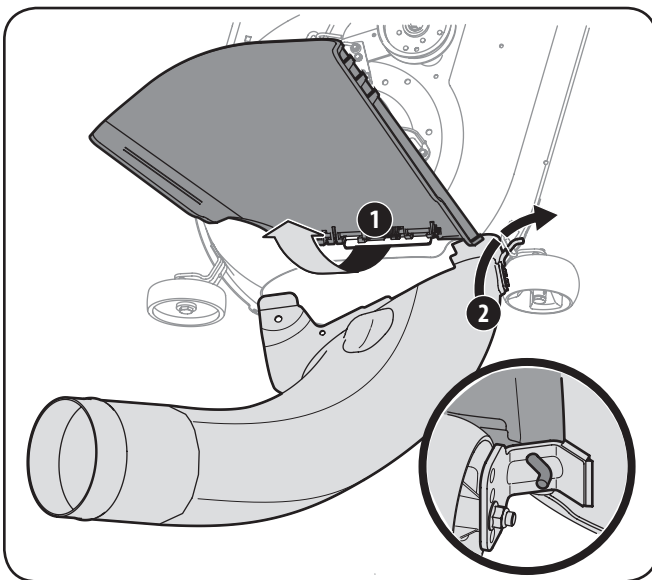

Figura 4-18
1. Con el canal de descarga del tractor elevado y abierto (1), instale el codo del canal colocando la varilla de montaje del codo del canal en el orificio suministrado en la ménsula de las ruedas de la plataforma o la lengüeta de montaje del canal (2), como se ve en la Figura 4-18.